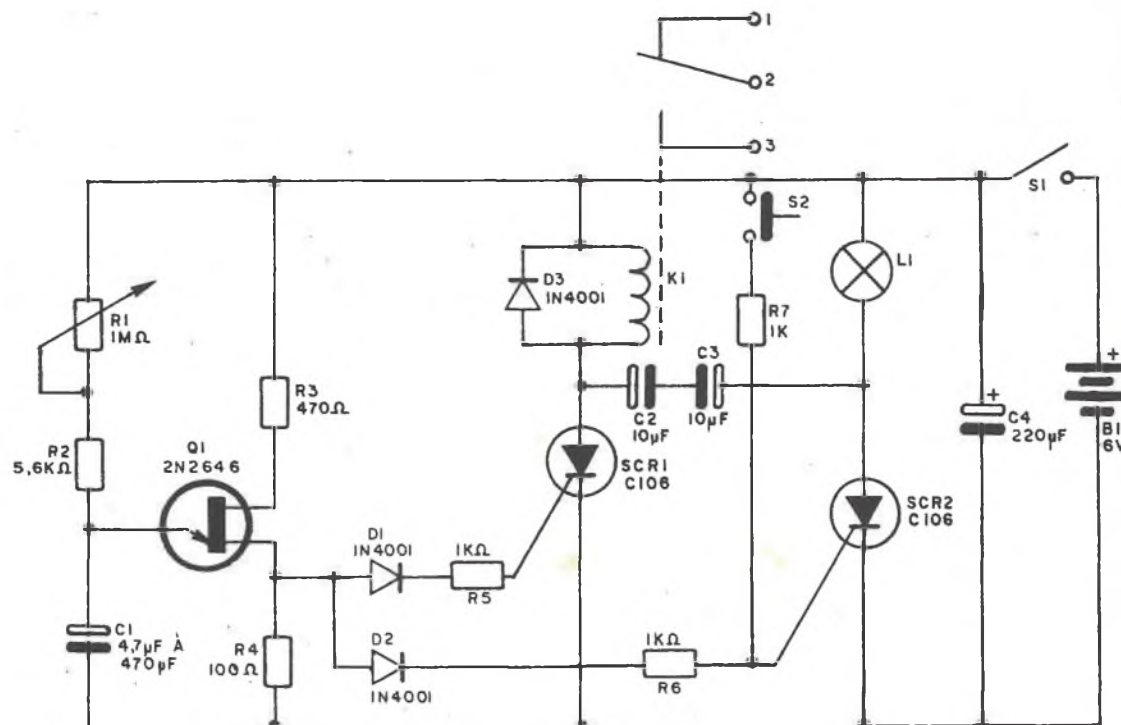
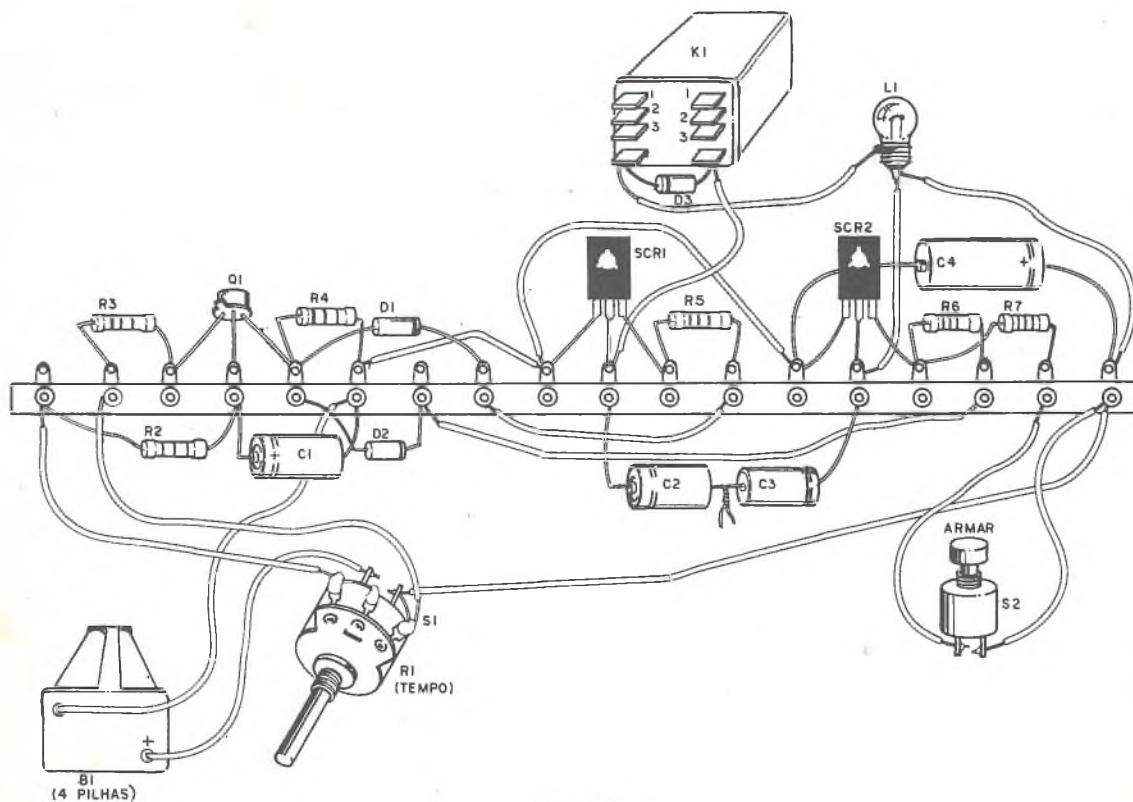
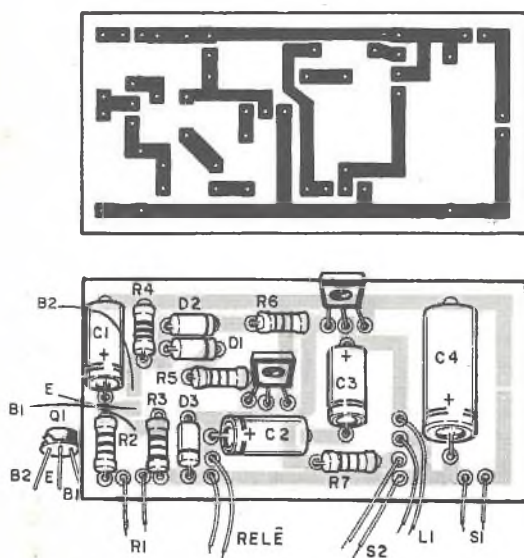

Figura 4
Figura 5
Figura 6
O circuito completo do temporizador é mostrado na figura 4, sendo a versão em ponte de terminais na figura 5 e a versão em placa de circuito impresso na figura 6.
a) Observe a posição do transistor uni-junção. Na ponte de terminais este componente deve ficar com o ressalto ligeiramente para a esquerda conforme mostra a figura 5. Na soldagem deste componente, evite o excesso de calor que pode facilmente danificá-lo.